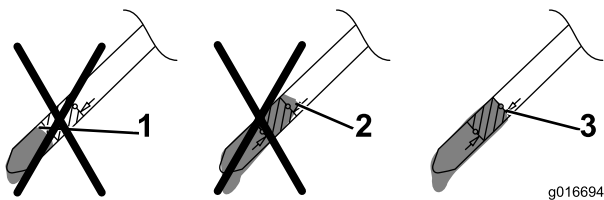

Figura 34
12. Observe en la varilla el nivel de aceite (Figura 34).
- Si el nivel de aceite es demasiado bajo, vierta **lentamente** una pequeña cantidad de aceite en el tubo de llenado, espere 3 minutos, y repita los pasos 10 a 12 hasta que el nivel de aceite llegue al nivel correcto, según se muestra en Figura 34.